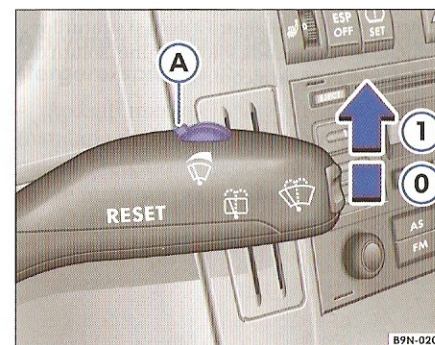

Fig. 36 Maneta ștergătoarelor: Reglarea senzorului de ploaie (A).
- Aduceți maneta în poziția ⇒ fig. 36 ①. ▶
– Deplasați comutatorul (A), spre stânga sau spre dreapta, pentru a stabili sensibilitatea senzorului de ploaie. Spre dreapta – sensibilitate ridicată. Spre stânga – sensibilitate redusă.